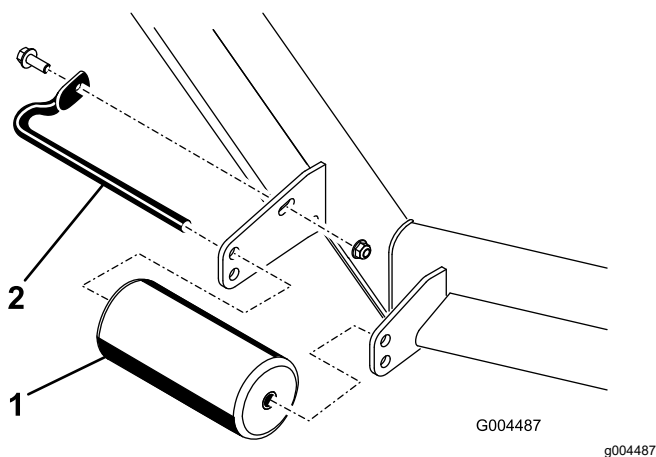

Figura 9
4. Togliete i fermi di fissaggio da ciascun rullo sul tosaerba ed alzate o abbassate i rulli come opportuno (Figura 9).